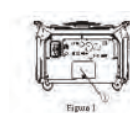

Figura 1
3.2 AGGIUNTA DI OLIO MOTORE Il generatore è stato spedito senza olio motore. **NON** aggiungere carburante e non avviare il motore prima di aggiungere olio di motore. **PER AGGIUNGERE OLIO DI MOTORE, DOVETE RIMUOVERE IL PANNELLO LATERALE DELL'UNITÀ** (Figura 1). Utilizzare un cacciavite n. 2 per svitare le vite e rimuovere il pannello laterale